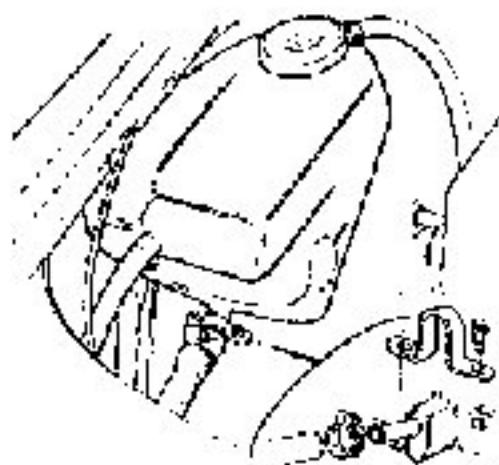

fig. 80
- Remover os dois parafusos da braçadeira inferior de fixação do reservatório, deslocando-o, posteriormente, do grampo superior (Fig. 80). Esvaziar o reservatório de expansão e suspendê-lo o suficiente para evitar a entrada de líquido vindos das mangueiras